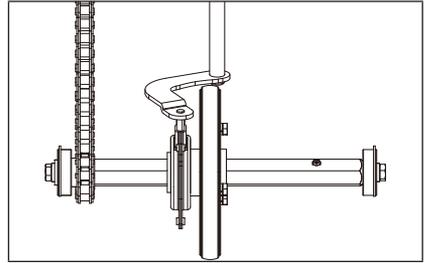

Figure 71
8. Nettoyez le disque de friction en aluminium en l'essuyant avec un chiffon propre et suivez les étapes précédentes dans l'ordre inverse pour réassembler les pièces. Veillez à ce que les pièces soient alignées comme indiqué lors de l'assemblage final. (Fig. 71)